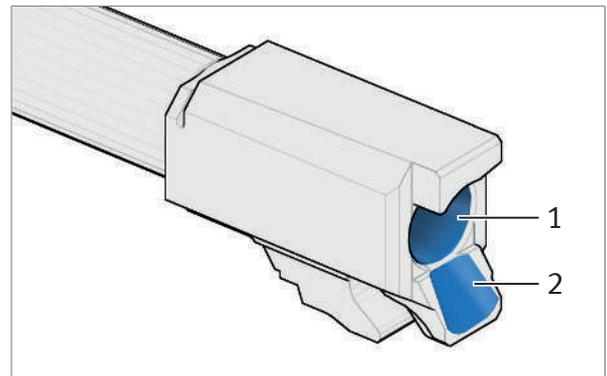

Abb. 53: Rohr, Patronenlager und Führungsfläche reinigen und entölen
4. Saubere Reinigungsdochte mehrfach durch das Rohr ziehen, bis das Rohr, das Patronenlager und die Führungsfläche frei von Öl und Fremdkörpern sind (Abb. 53).